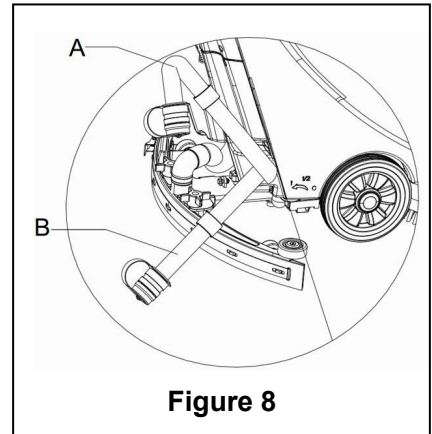

Figure 8
2. En utilisant la poignée de la raclette (14), soulevez la raclette.
4. Saisissez le guidon (2) et inclinez légèrement la machine vers l'arrière jusqu'à ce que la roue de guidage touche le sol. (Pour arrimer la machine, veuillez consulter les procédures de la partie arrêt de la machine.)
5. Retirez le tuyau de vidange du clip de fixation, pliez l'extrémité supérieure du tuyau de vidange (comme indiqué en **A, Figure 8**) puis ouvrez le bouchon du tuyau de vidange et abaissez le tuyau de vidange en position basse ou au sol pour vidanger l'eau. Vous pouvez également placer directement le tuyau de vidange en position basse ou au sol pour que la sortie d'eau soit orientée vers le bas (comme indiqué en **B, Figure 8**) puis tournez pour ouvrir le bouchon de vidange d'eau afin d'évacuer les eaux usées du réservoir. Une fois la vidange effectuée, utilisez de l'eau propre pour nettoyer l'intérieur du réservoir de récupération.
Lors de la vidange des eaux usées, le flexible d'aspiration pour les déchets doit être plié ou abaissé à une position plus basse (comme représenté dans la Figure 8 A ou B) puis ouvrez le bouchon du flexible d'aspiration afin de vidanger l'eau. N'orientez pas la sortie du flexible d'aspiration pour les déchets vers le haut pour vidanger l'eau verticalement. Ceci afin d'éviter que les eaux usées se déversent sur l'opérateur.